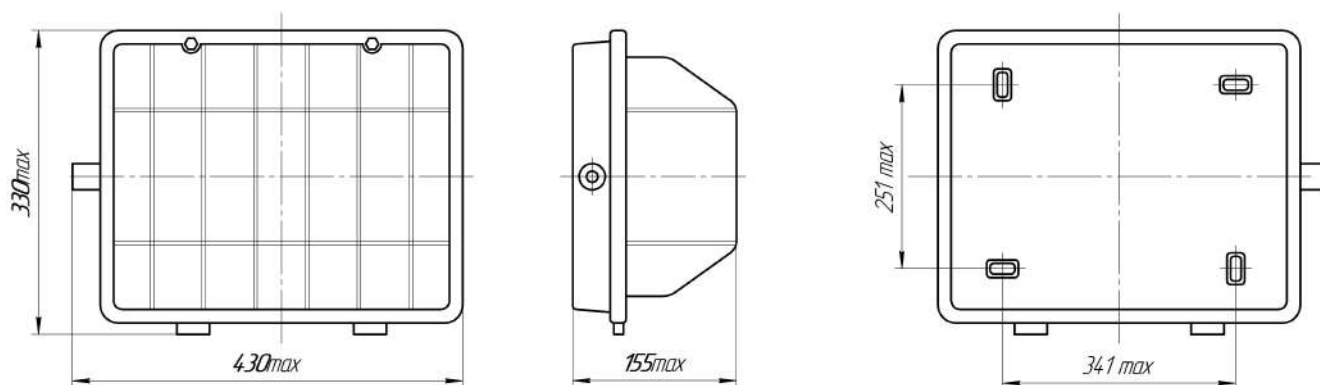

Рисунок 1
1.4.1. Светильник состоит (см. Рисунок 1) из металлического корпуса, который является несущим элементом светильника, защитного стекла, светодиодных полупроводниковых модулей, источника питания и контактного устройства.